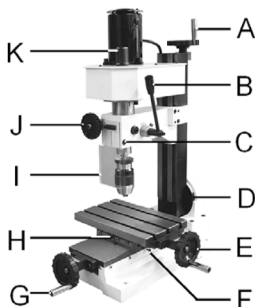
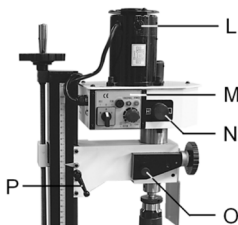

Рис. 1
Рис. 2
Приверните рукоятки к маховикам (A, E, G Рис. 1).
1. Снимите защитную крышку (K, Рис. 1).
Чтобы активировать маховик точной подачи (J, Рис.1) нажмите кнопку «ON/OFF» («вкл/выкл») (O, Рис.2).
Чтобы наклонить вертикальную стойку надо ослабить шестигранный болт (D, Рис. 1).
Рукоятка выбора диапазона (N, Рис. 2) позволяет переключать два диапазона частоты вращения шпинделя станка.